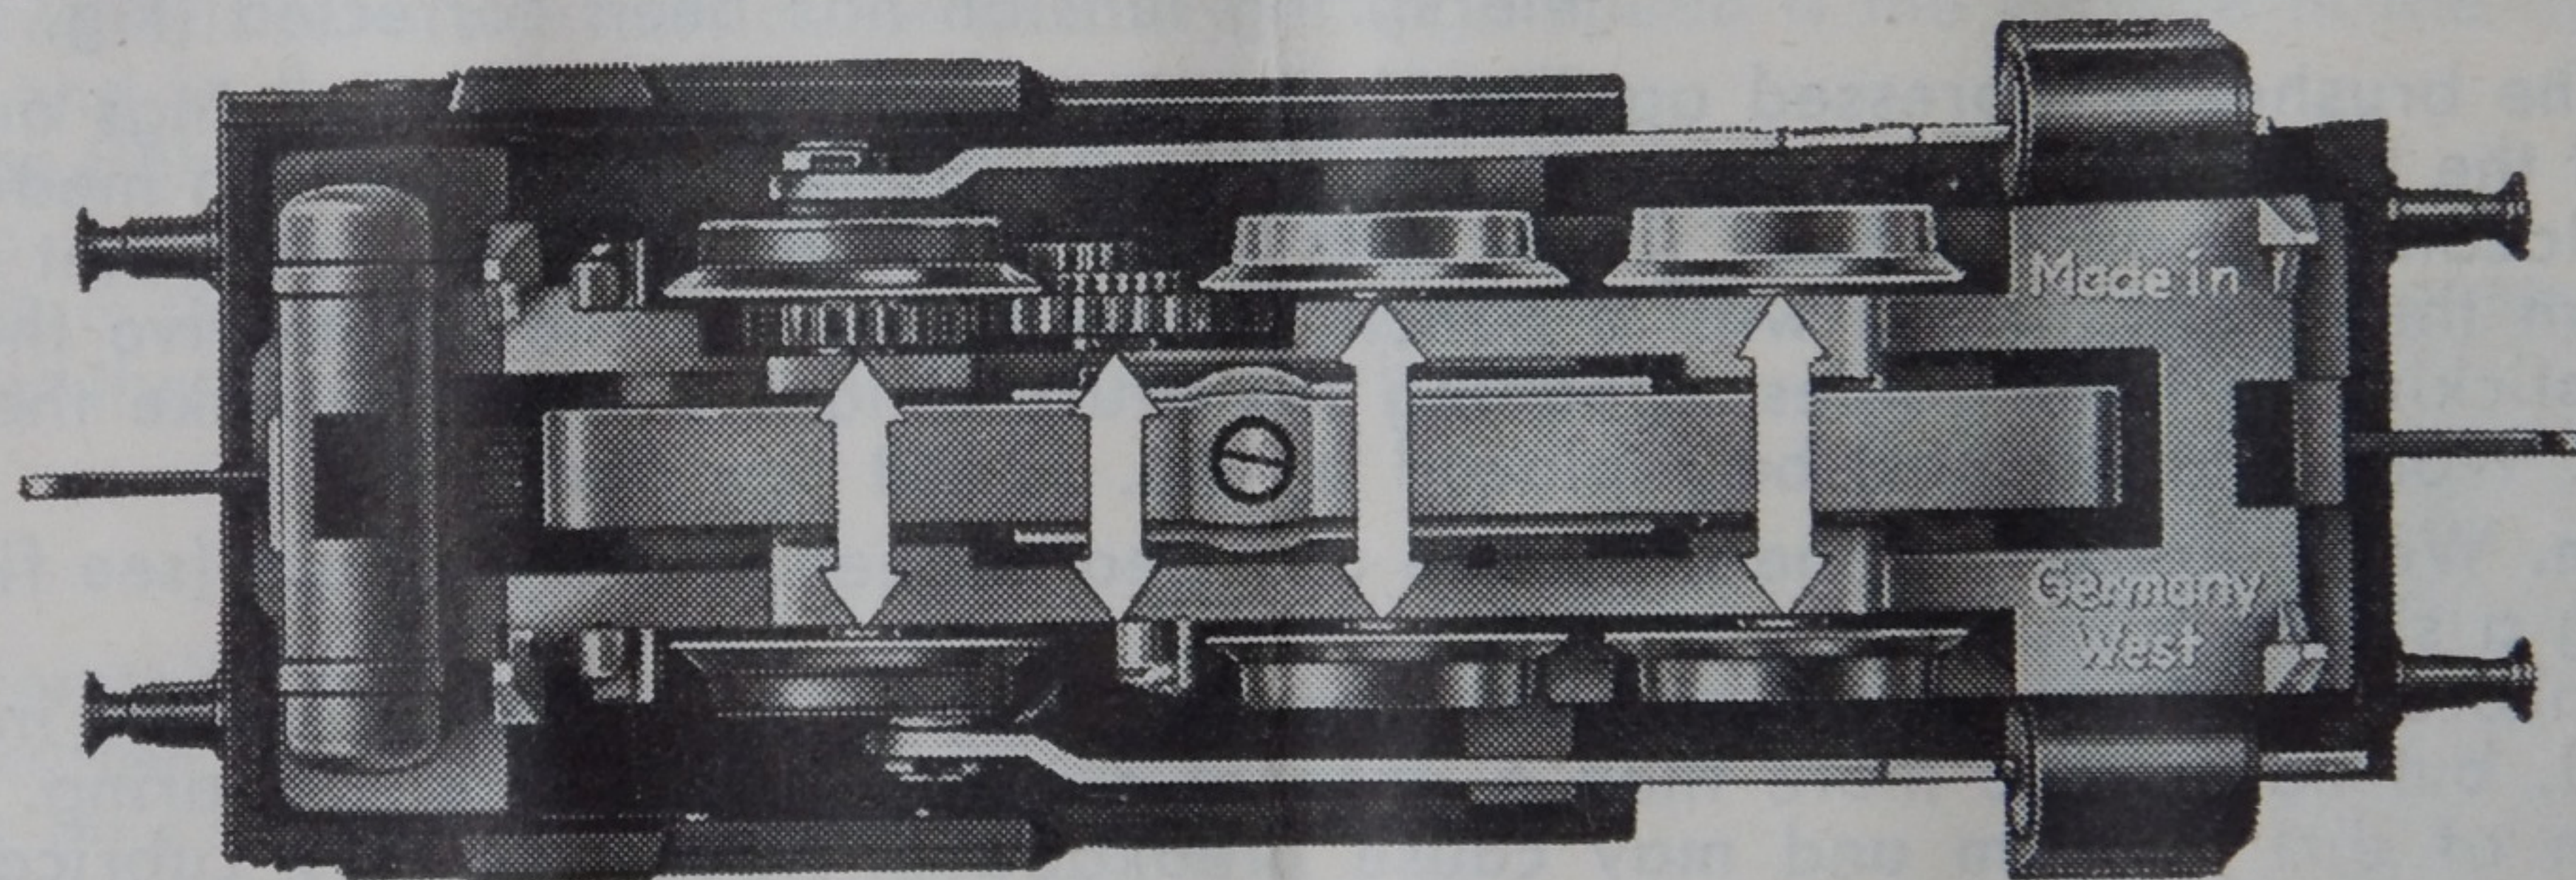

Fig. 4 *Schmierstellen von unten*
6. Schleifer. Der Schleifschuh sollte immer sauber sein. Gegebenenfalls ist er mit feinem Schmirgelpapier abzureiben. Dabei darf aber kein Staub in die Lokomotive fallen. Sollte nach langer Betriebszeit der Schleifer abgenutzt sein, so kann er durch einfaches Entfernen der in Fig. 4 sichtbaren Schraube abgenommen und durch einen neuen Schleifer **7185** in entsprechender Weise ersetzt werden. Beim Einsetzen des neuen Schleifers ist auf richtige Lage zu der Kontaktplatte zu achten.
To do this, take off the casing (see point 4). The axle bearings marked by arrows in fig. 4 must also be oiled, but never give more than a drop or two of oil to any one bearing. Over-oiling causes a film of dirt to form and may cause breakdowns. **MÄRKLIN 7199** Lubricating Oil or winter grade car engine oil is recommended as a lubricant; edible oil must not be used under any circumstances. The bearings now mentioned must be oiled again after running some time.
6. The current collector shoe. The collector shoe must always be kept clean. Rub it clean with fine emery paper if necessary, but do not let any emery powder fall into the locomotive. If the shoe is worn out after long service it can be taken off simply by removing the screw seen in fig. 4 and replaced by a new **7185** shoe in the same way. When fitting a new shoe, make sure its position is correct in relation to the contact plate.
Il faut retirer le corps de la locomotive pour pouvoir procéder à ce graissage (voir § 4). Procéder aussi au graissage des paliers d'essieux (fig. 4). Amener 1 à 2 gouttes d'huile sur chaque palier; un graissage excessif nuit au bon fonctionnement de la locomotive par suite de formation de cambouis. Nous conseillons l'emploi de l'huile MÄRKLIN 7199 ou d'huile d'autos (huile d'hiver) comme lubrifiant; l'emploi d'huile de table est à proscrire absolument. Répéter ce graissage à intervalles réguliers.
6.- Frotteur. Le frotteur doit être maintenu en parfait état de propreté; il faut le nettoyer, le cas échéant, à l'aide de papier émeri fin en veillant à ce que la poudre d'émeri ne tombe pas dans la locomotive. Pour remplacer un frotteur usé il suffit de défaire la vis (fig. 4) et de remonter le nouveau frotteur n° 7185; vérifier que la plaque de contact est bien en place.
6. Pattino. Il pattino dovrebbe essere sempre pulito. Eventualmente sfregarlo leggermente con carta smerigliata finissima. Si prega di fare attenzione che non cada della polvere nella locomotiva. Se dopo lungo uso il pattino è consumato, può essere semplicemente sostituito con un nuovo pattino **7185**, togliendo la vite visibile nella fig. 4. Applicando il nuovo pattino fare attenzione alla giusta posizione della piastrina di contatto.
Dessutom smörjes axellagren, som angivits med pilar på bild 4. Mer än 1–2 droppar olja får ej komma på ett smörjställe. För mycket olja förorsakar driftsstörningar i loket och bildar en smutshinna på skenorna. Som smörjmedel rekommenderas **MÄRKLIN** smörjolja **7199** eller vinterbilolja och matolja får under inga omständigheter användas. Sedan loket körts en tid smörjes åter ovan angivna lager.
3. Smøring. Efter kort tids indkørsel anbefales det at smøre ankerlejet (se fig. 2 og 3) og drivhjulsløjterne. Man må afmontere lokomotivoverdelen (se punkt 4), desuden må man smøre de på fig. 4 med pile mærkede aksellejer. Kom ikke mere end 1 til 2 dråber olie på hvert smørested. For kraftig smøring danner smuds og kan medføre driftsforstyrrelser. Anvend Märklin-smøreolie **7199** eller vinter-autoolie, men aldrig spiseolie. Gentag jævnligt smøringen.
6. Slæbesko. Slæbeskoen skal altid være ren og kan renses med fint smergellærred. Undgå, at der falder støvpartikler ind i lokomotivet. Slidte slæbesko kan let udskiftes med nye **7185**. Fjern den på fig. 4 viste skrue ved montering af nye slæbesko. Bemærk kontaktpladens rigtige stilling.
Hiervoor wordt de locomotiefkap er af genomen (zie punt 4). Bovendien moeten de in fig. 4 met pijlen aangegeven aslagers gesmeerd worden. Ieder lager mag echter niet meer dan 1 of 2 druppeltjes olie hebben; overdadig smeren veroorzaakt storingen in de machine, terwijl zich op de rails een laag vet met vuil vormt. Als geschikte olie kunnen wij aanbevelen de MÄRKLIN-smeerolie **7199** of winter-auto-olie; er mag hiervoor beslist nooit sla- of bakolie gebruikt worden. De bovengenoemde lagers moeten van tijd tot tijd opnieuw gesmeerd worden.